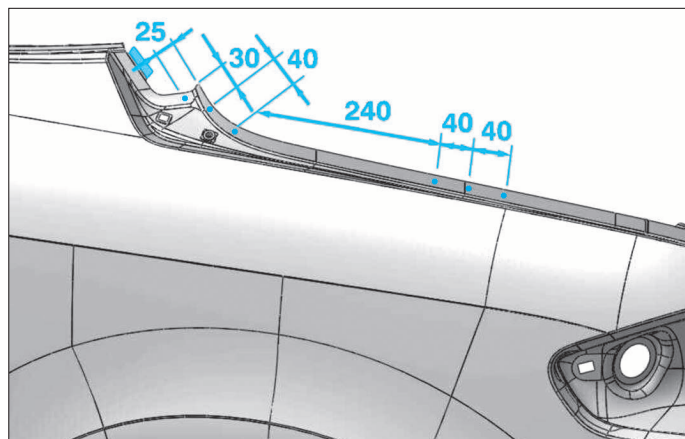

FIG. 62
- Percer à un Ø de 6,5 les points pour le soudage par bouchonnage (Fig.62).